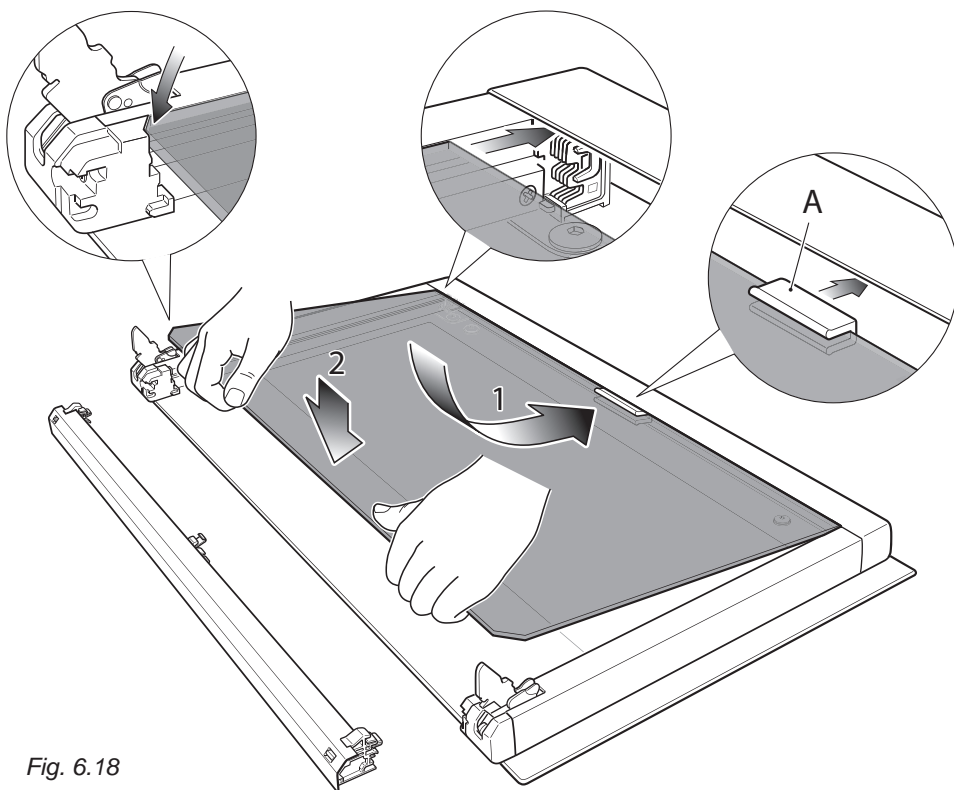

Fig. 6.18
- Vous vérifiez que le joint "A" est bien en place (fig. 6.18). Sinon, placer correctement le joint dans le bord supérieur de la vitre intérieure (en position centrale).
1. Insérer la vitre intérieure dans le niveau supérieur de rainures et appuyer légèrement (flèche 1 in figure 6.18).
2. Abaisser doucement la verre en place (flèche 2 in figure 6.18).